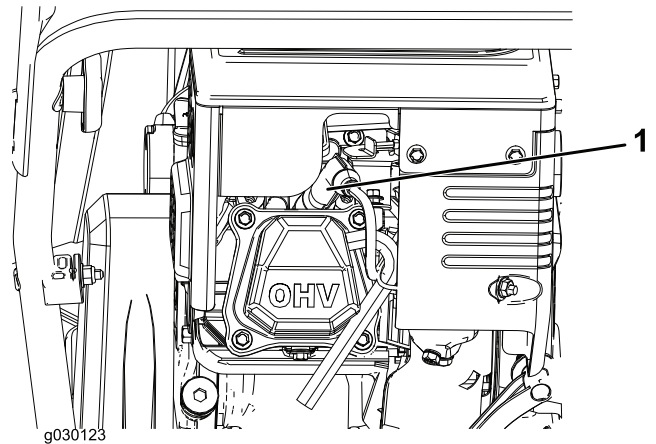

Рисунок 22
1. Снимите изоляционный колпачок (Рисунок 22).